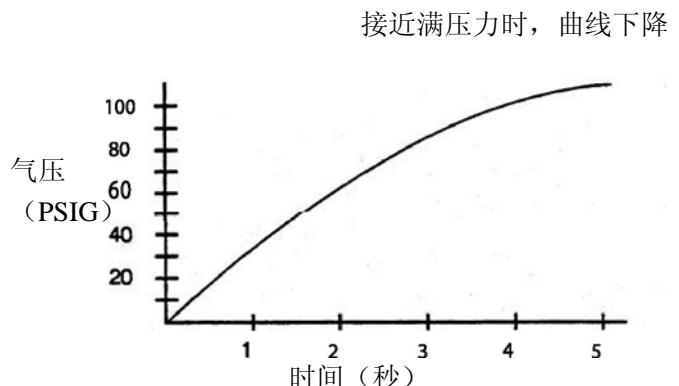

图 12
3.2.5 重复上述步骤，同时调整流速控制阀 (10)，使气压变化率约为 20 pisg (1.4bar) /秒。由于压力-时间曲线是非线性的（见图 12），用较小的值来设置流量控制阀将更容易。例如，如果贮气筒的压力为 100PISG(6.8bar)，为了获得 20PISG/秒的流速，对气压建立到 80PISG 点进行计时，调整流速控制阀，保证 4 秒内达到该气压值，这样，就能获得理想的 20 PISG (1.4bar) /秒的流速。